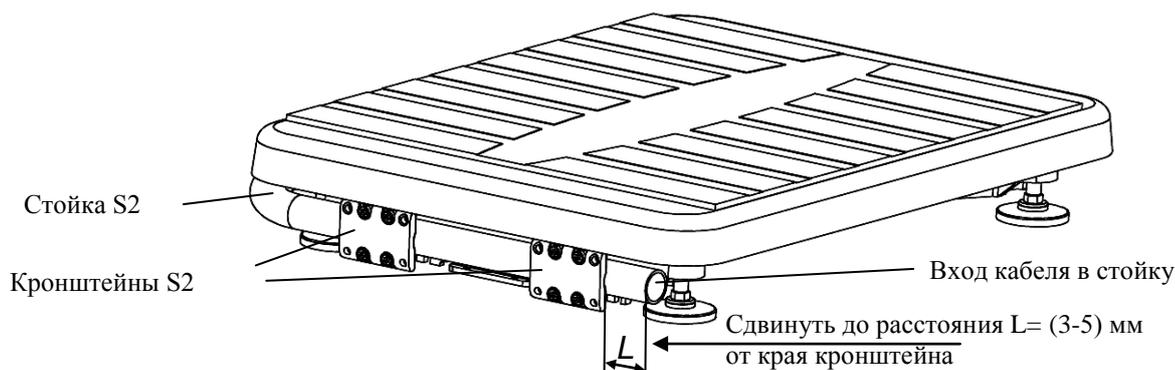

Рис. 6.2 - Крепление круглой вращающейся стойки
- В основании весов сдвинуть стойку в направлении указанном стрелкой (Рис. 6.2), обеспечив расстояние $L = (3-5)$ мм от ее края до края кронштейна.
- Излишек кабеля на входе в стойку (Рис. 6.2) заправить внутрь стойки.